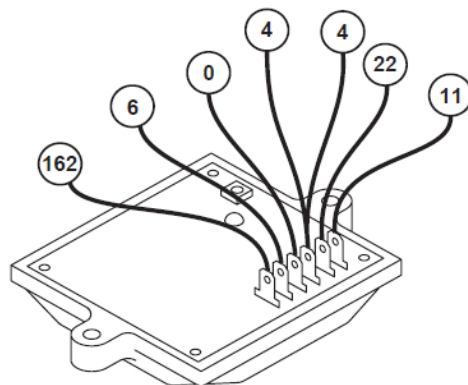

Рисунок 3. Регулятор напряжения
4. Отсоединить провод 2 от регулятора напряжения и подсоединить к нему один тестовый провод. Отсоединить провод 6 от регулятора напряжения и подключить к нему другой тестовый провод. Провода 2 и 6 расположены на двух нижних клеммах регулятора напряжения (смотреть рисунок 3).